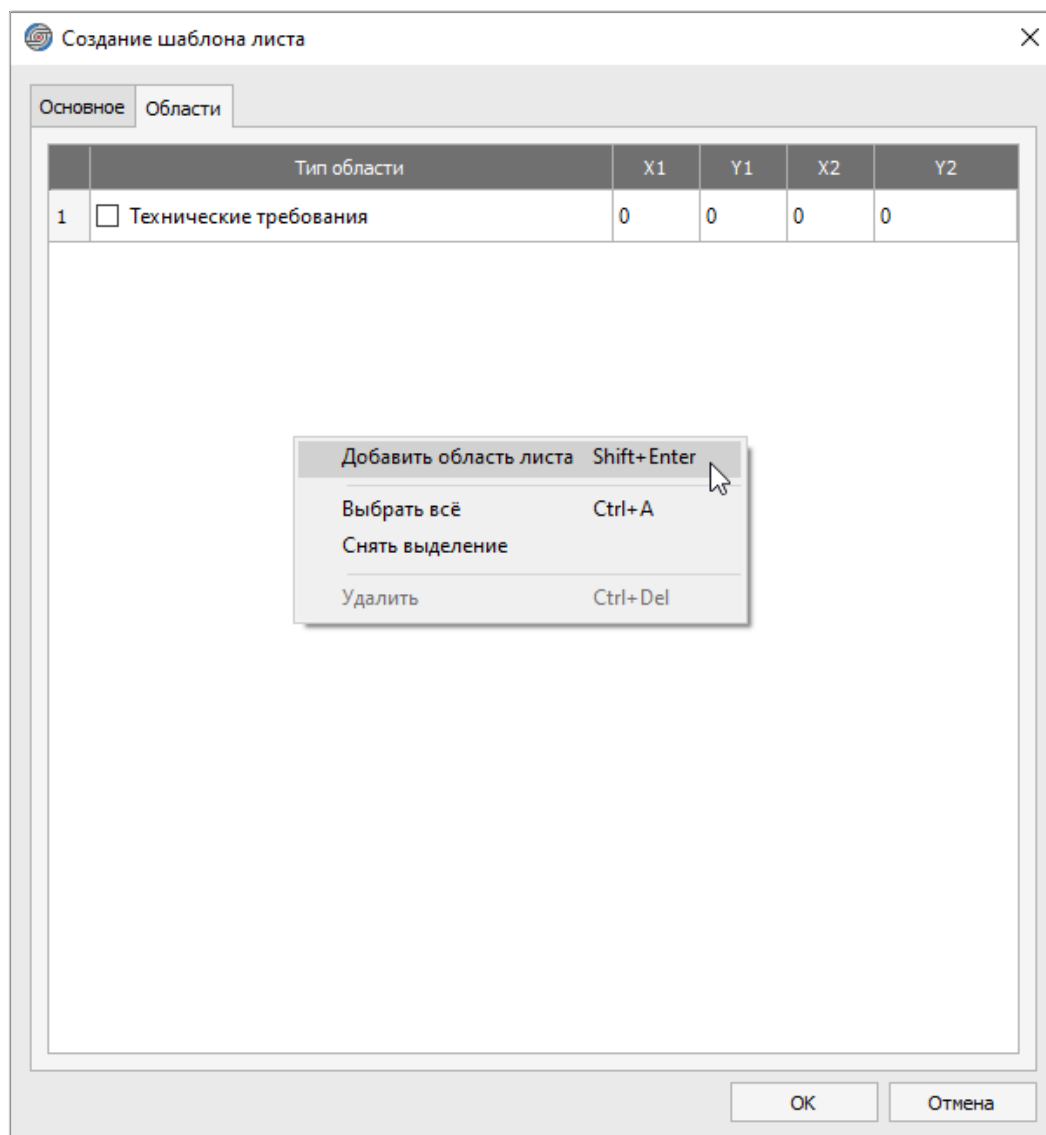

Рисунок 144. Вкладка «Области» диалогового окна «Создание шаблона листа»
- В таблице щелкнуть правой кнопкой мыши и в открывшемся контекстном меню выбрать пункт «Добавить область листа» (см. рисунок 144) или использовать комбинацию клавиш **Shift** + **Enter**.